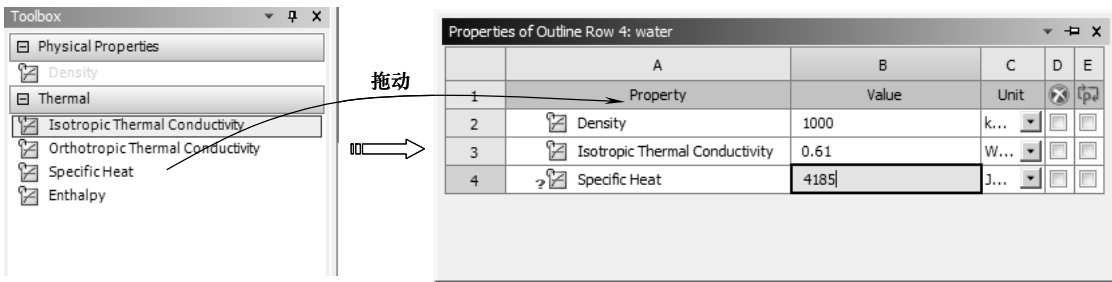

图 11-78 添加比热属性
5) 同理，在【Toolbox (工具箱)】中【Thermal】下的【Specific Heat】选项上按住鼠标左键，拖动到 A1 栏的【Property】选项上，释放鼠标创建比热属性并输入属性值 4185，如图 11-78 所示。